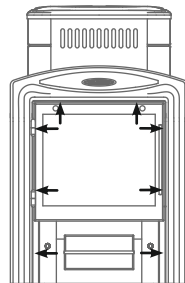

Рисунок 10. Места установки саморезов
1. открутить саморезы 8 шт., которыми прикрепляется рамка с дверцей к топливному каналу, и снять ее (см. рисунок 10);